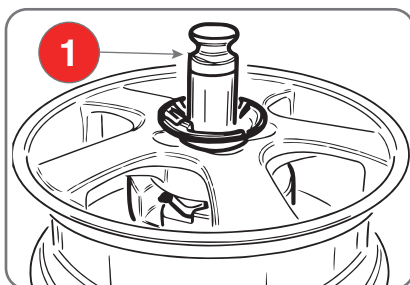

Fig. 6.11
- Empuñar la manilla de centrado (1 - Fig.6.11) y, adaptando manualmente la rueda, introducir la varilla dentada en su orificio central (Fig.6.11).